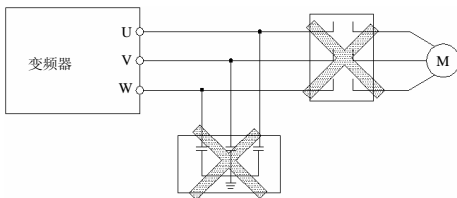

图 3-3 变频器与电机之间禁止使用接触器和吸收电容
- (1) 接线前，确保已完全切断电源 10 分钟以上，否则有触电危险。
- (2) 严禁将电源线与变频器的输出端 U、V、W 连接。
- (3) 变频器本身机内存在漏电流，为保证安全，变频器和电机必须安全接地，接地电阻小于  $10\ \Omega$ 。
- (4) 变频器出厂前已通过耐压试验，用户不可再对变频器进行耐压试验。
- (5) 变频器与电机之间不可加装电磁接触器和吸收电容或其它阻容吸收装置，如图 3-3。
- (6) 为提供输入侧过电流保护和停电维护的方便，变频器应通过中间继电器与电源相连